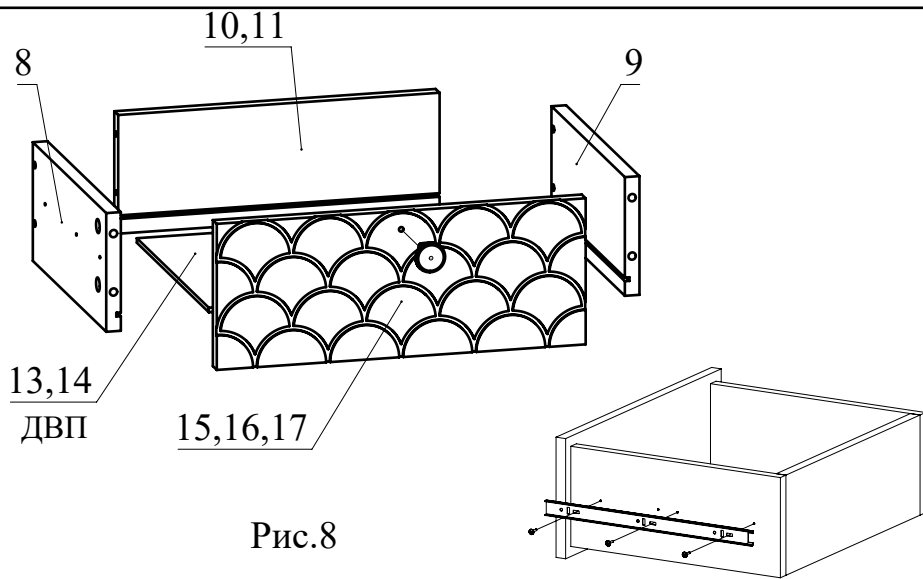

Рис.8
9. **Соберите верхний правый ящик.** Для этого соедините детали 8 и 9 с деталью 11 при помощи конфирматов. Вставьте дно ящика 14 из ДВП в пазы деталей 8, 9, 11. Соедините фасад ящика 17 с полученной конструкцией и затяните головки минификсов. (Рис. 8).